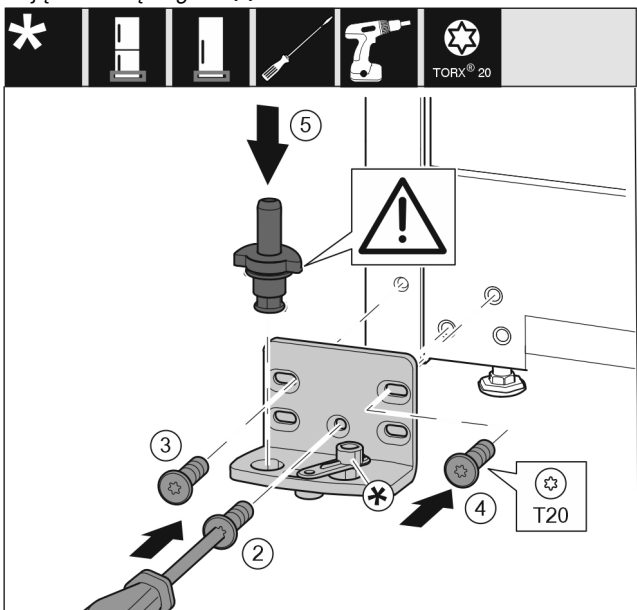

Fig. 17
- ▶ Płytkę zawiasu założyć z drugiej strony i przykręcić przy pomocy śrubokręta T20. Rozpocząć od śruby 2 dolnej umieszczonej na środku. Fig. 17 (2)
- ▶ Dokręcić śrubę 3 i 4. Fig. 17 (3,4)
- ▶ Założyć cały sworzeń płytki zawiasu. Przy tym zwrócić uwagę, by krzywka zatraskowa wskazywała do tyłu. Fig. 17 (5)